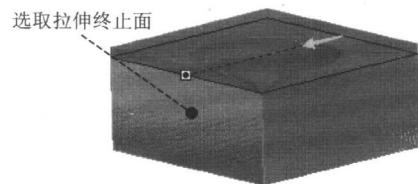

图 1.1.14 选取拉伸终止面
Step10. 在“拉伸”操控板中选取拉伸类型为 $\square$ ，选取图 1.1.14 所示的面为拉伸终止面，单击“完成”按钮 $\checkmark$ ，则完成铣削曲面的创建。